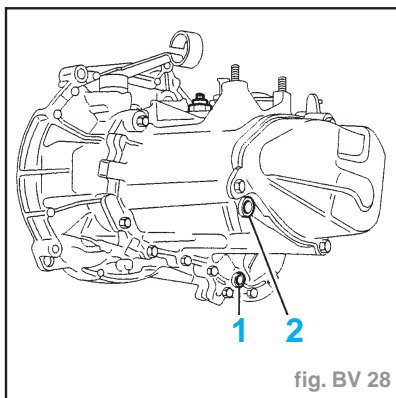

fig. BV 28
- les colliers (1)
- les tuyaux de réaspiration des vapeurs d'huile en (A)
- Bouchon de vidange (1) : couple de serrage **2,5 daN.m** (fig. BV. 28).
- Bouchon de remplissage et de niveau (2) : couple de serrage **2,5 daN.m**.